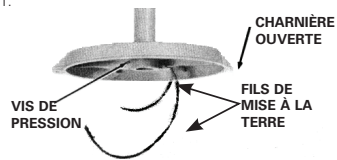

FIGURE 1
3. Suspension, montant et garniture quadruple : Mettre en place solidement sur le conduit de grosseur PTN appropriée. Fixez solidement la vis de réglage située dans l'entrée du conduit. Voir la figure 1.